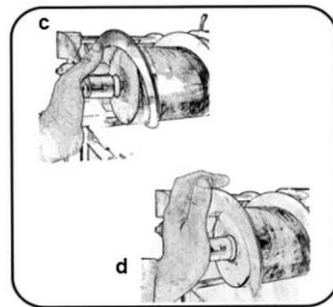

Fig. 37
7. Montare la spirale, premendo delicatamente e fino in fondo, come illustrato nella fig. 37 (c e d).